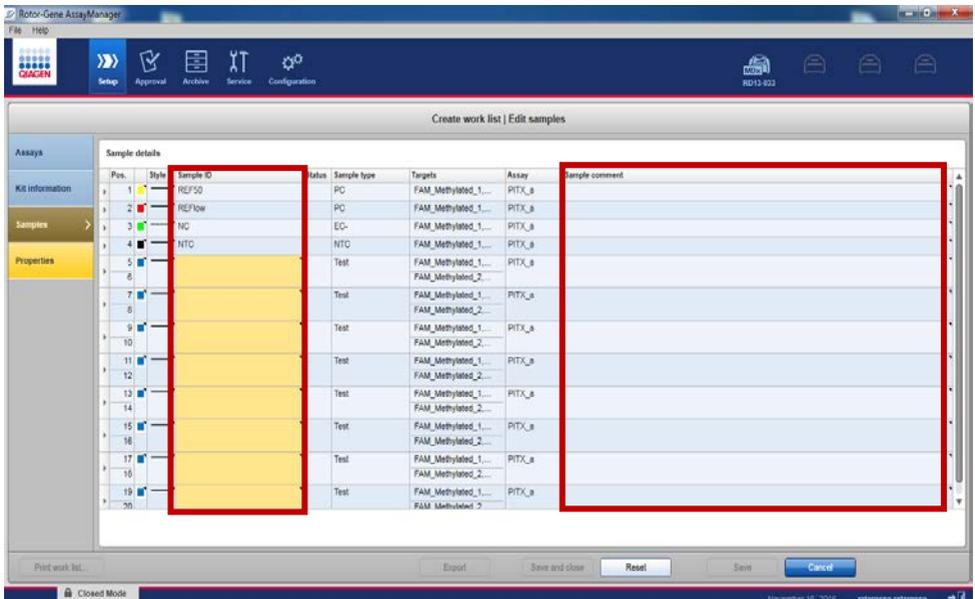

Figura 10. Impostazioni per il campione.
23. Per ogni campione, inserire l'identificativo del campione (“Sample ID”), aggiungendo eventuali informazioni opzionali come commento (“Sample comment”) (Figura 10).